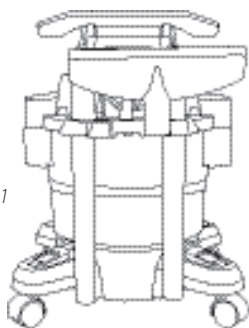

Fig. 21
41. Colocar las herramientas de la aspiradora en el sujetador de herramientas **18**. **Fig. 21. La aspiradora debe guardarse bajo techo.**